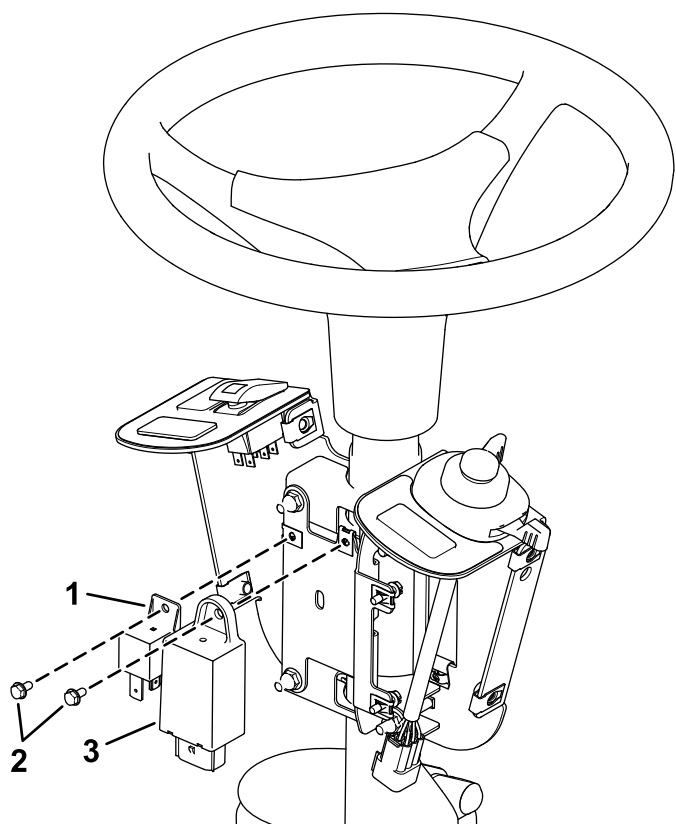

Figura 7
4. Instale el módulo de intermitencia y el relé en la placa de montaje de los fusibles usando 2 tornillos (Nº 10 x $\frac{3}{8}$ "), como se muestra en la Figura 7.